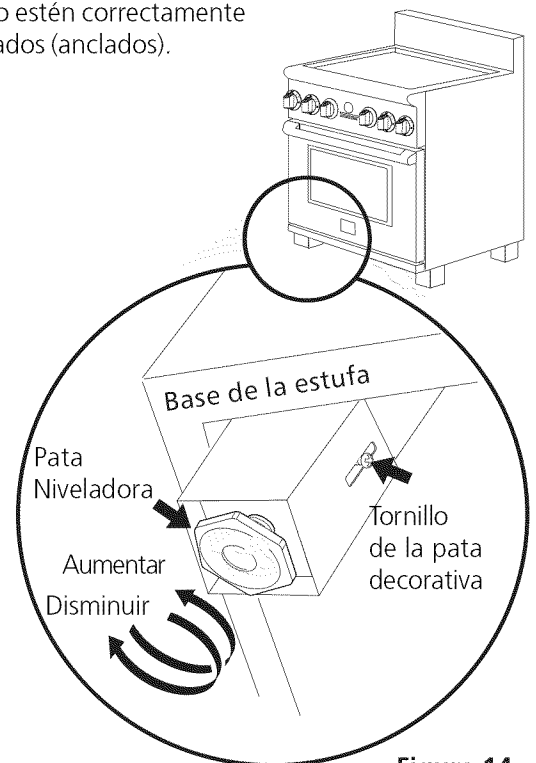

Figura 14
- El tamaño de la flama de la porción posterior del quemador puente puede aumentarse o disminuirse dándole vuelta al tornillo **A** (vea Figura 14). Utilice el tornillo **B** para ajustar el tamaño de la llama de la porción central del quemador puente o del quemador triple. Dé vuelta en sentido opuesto de las manecillas del reloj para aumentar el tamaño de la llama. Dé vuelta en sentido a las manecillas del reloj para disminuir la llama. Ajuste la llama hasta que usted puede dar vuelta rápidamente a la perilla de la posición LITE a la POSICIÓN MÁS BAJA sin extinguir la llama. La llama debe ser tan pequeña como sea posible sin apagarse.
6. Nivele la estufa si es necesario, ajustando las 4 patas niveladoras con una llave ajustable. Afloje el tornillo que fija la pata decorativa y levántelo para alcanzar la pata de nivelación. Dé vuelta a la pata de nivelación a la izquierda para levantar la estufa o a la derecha para bajar la estufa (véase la figura 14). Reemplace las patas decorativas según su conveniencia.